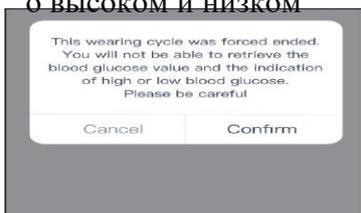

Рисунок 22 –
2. Чтобы завершить сеанс работы с сенсором во время обычного сеанса мониторинга, нажмите «Forced termination» («Принудительное завершение»). Появится всплывающее окно для подтверждения (см. рисунок 22). Если сеанс мониторинга будет завершён через AnytimeWell, в приложении будет отображаться сообщение «No device connected» («Нет подключенных устройств»). Это приведет к окончательному отключению связи между трансмиттером и приложением в телефоне. Система готова установить новую связь для нового